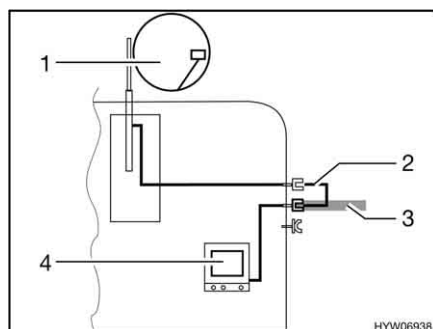

Fig. 61 TV nel veicolo
- TV nel veicolo (Fig. 61,4): Collegamento all'antenna del tetto (Fig. 61,1) con cavo di collegamento (Fig. 61,2)
- TV nel veicolo (Fig. 61,4): Collegamento a antenna esterna (Fig. 61,3)